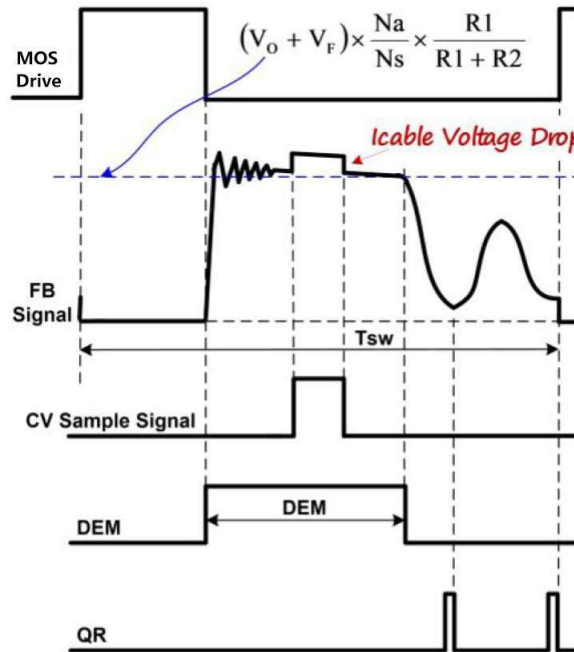

图2
原边反馈调制，是在变压器能量转移到次级绕组时，通过检测辅助绕组上的电压来控制输出电压。图 2 为 RM3360T 的恒压 (CV) 采样信号过程中去磁 (DEM) 和准谐振 (QR) 触发信号的工作波形。为了实现辅助绕组上副边输出电压的精确表示，CV 采样信号阻断了漏电感复位。在恒压 (CV) 采样过程结束时，IC 内部的采样/保持 (S&H) 电路捕获误差信号，并通过内部误差放大器 (EA) 进行放大。误差放大器 (EA) 输出信号送到准谐振原边恒压调制单元 (QR-CVM) 进行恒压 CV 调制。QR-CVM 单元根据负载情况在电压谷底时开启新的 PWM 周期。EA 的内部参考电压以高精度调整至 2V。在 CV 采样过程中，内部可变电流源流向 FB 引脚可用于输出线缆压降补偿 (CDC)。因此，变压器退磁过程中的 FB 引脚处有一个阶梯，如图 2 所示。图 2 同时表达了“去磁”方程：方程式中的 V_O 和 V_F 是输出电压和二极管正向电压； R_1 和 R_2 是从辅助绕组连接到 FB 脚的电阻分压器， N_s 和 N_a 分别是次级绕组和辅助绕组。